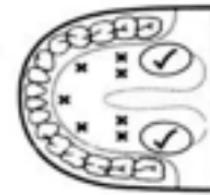

Figure 2
- Utilisation orale** : Placez le thermomètre sous la langue comme indiqué par la position « ✓ » indiquée sur la Figure 2. Fermez la bouche et respirez uniformément par le nez pour éviter que la mesure ne soit influencée par l'air inhalé / expiré.